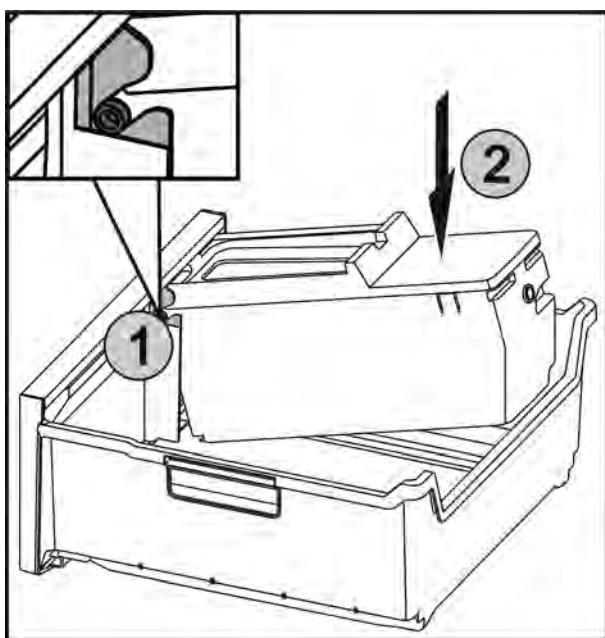

Fig. 33
- Вставить оси Fig. 33 (1) на EasyTwist-Ice в направляющие и вдавить заднюю сторону Fig. 33 (2) до фиксации накладки.